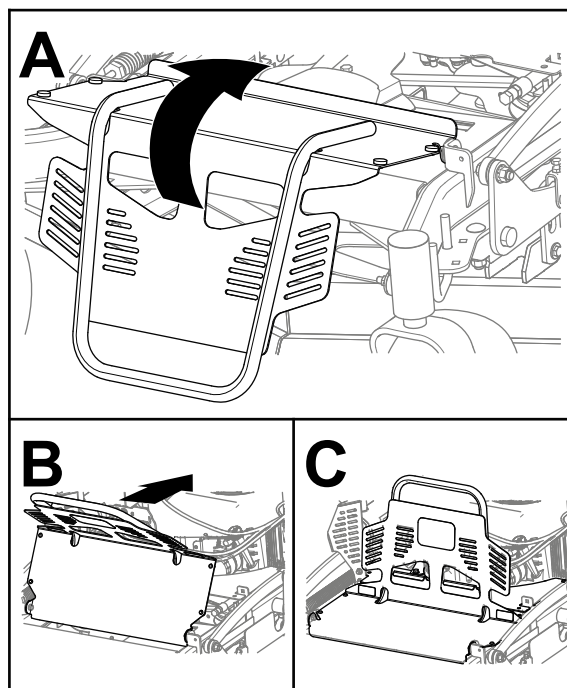

Figure 37
2. Ramenez la protection du moteur en place, comme montré à la Figure 37.